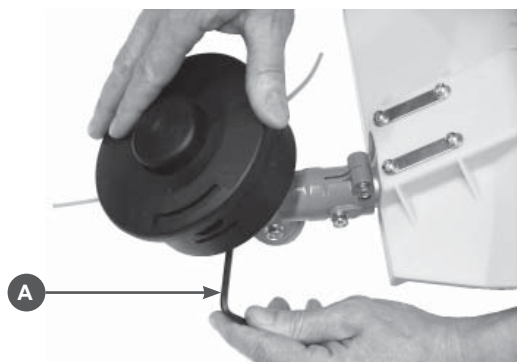

Рис.14
Удерживая стопор (A) открутите косильную головку (Рис.14). Проверьте головку на отсутствие механических повреждений. Отожмите защелки и снимите крышку катушки. Удалите остатки корда с катушки.